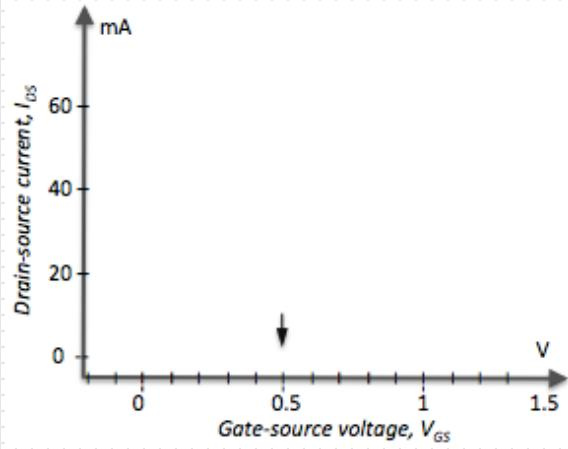

Figure 11b
- i) Tracer une courbe du courant drain-source (I_{DS}) en fonction de la tension de grille (V_{GS}) sur les axes ci-dessous (figure 11b), pour une tension de seuil d'environ 0.5 V (que nous définissons comme la courbe à pH=7)